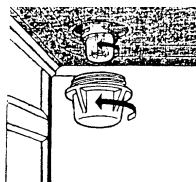

Figura 9.
- Pentru înlocuirea lămpii dispozitivului de iluminare, deconectați aragazul de la rețeaua de alimentare cu energie electrică și scoateți plafoniera din sticlă, rotindu-o în sens contrar acelor ceasornicului (Figura 9). După înlocuirea lămpii așezați la loc plafoniera din sticlă.